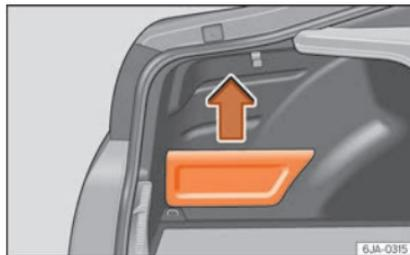

Fig. 159 Bagagliaio: portaoggetti.
- Afferrare la copertura dall'alto ed estrarla secondo il senso della freccia »»» **fig. 159**.